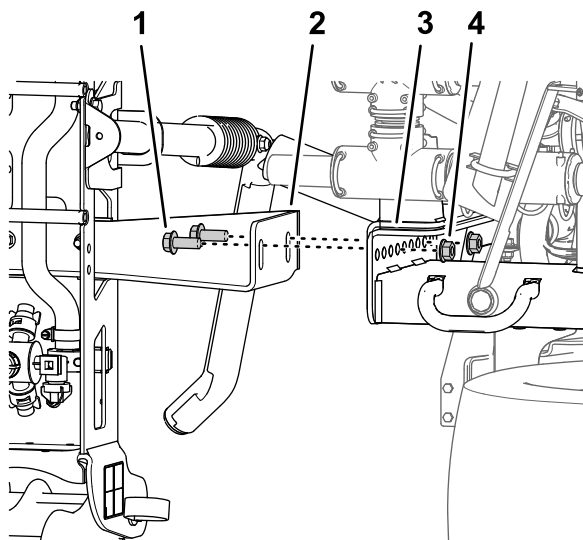

Рисунок 47
4. Удалите 4 болта с фланцевыми головками (1/2 x 1 1/4 дюйма) и 4 фланцевые контргайки (1/2 дюйма), которые крепят опорные кронштейны средней секции опрыскивателя к монтажной плите на раме машины, и снимите среднюю секцию опрыскивателя с машины (Рисунок 47).